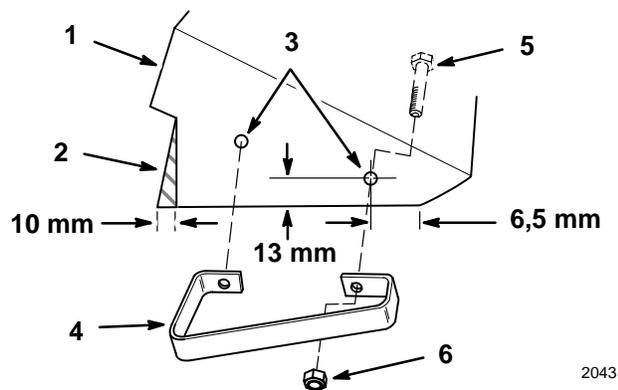

Abbildung 3
1. Von der hinteren äußeren Ecke des Grasablenkblechs aus 10 mm nach innen messen und eine Linie bis zur inneren Ecke ziehen (Abb. 3). Das Grasablenkblech entlang der Linie durchschneiden.
2. 13 mm über der unteren Kante und 6,5 mm vom Ende des Grasablenkblechs aus eine 9 mm-Bohrung vornehmen (Abb. 3).
4. Eine zweite 9 mm-Bohrung im Grasablenkblech vornehmen (Abb. 3).
5. Den Ablenkblechschutz mit zwei (2) 8 mm (5/16")-Schrauben von der Innenseite und mit 8 mm (5/16") - Sicherungsmuttern am Grasablenkblech befestigen (Abb. 3).